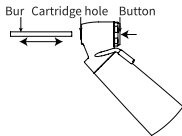
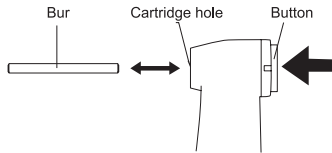

Fig.3
Fig.4
2.3.1 Inserte la fresa en el orificio del cartucho, como se muestra en la Fig. 3 o Fig. 4.